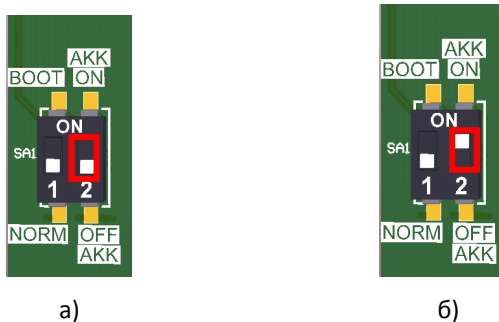

Рисунок 4. Переключатель **AKK**: а) тумблер **2** в положении **OFF**; б) тумблер **2** в положении **ON**.
2. Переставить тумблер 2 переключателя АКК из положения **OFF** в положение **ON** (смотрите рисунок 4 (б)).